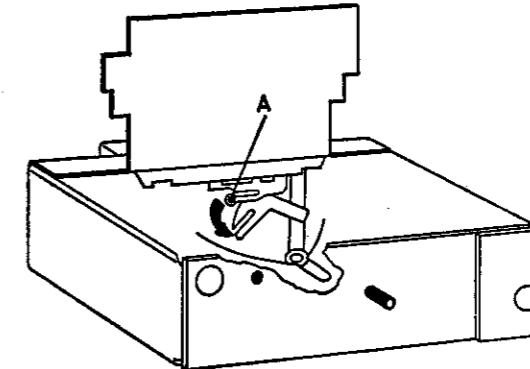

Fig. 5
- 5.12 Lors de l'assemblage il est impératif de veiller à ce que la masselotte "A", fig. 5, engrène dans le guidage de l'aguille du cadran et le commutateur H 2 dans l'entraîneur.
5.12 Durante el montaje es más importante de prestar atención de que el bulón "A", fig. 5, engatille en la guía de la aguja del dial y el conmutador H 2 en la pieza de arrastre.